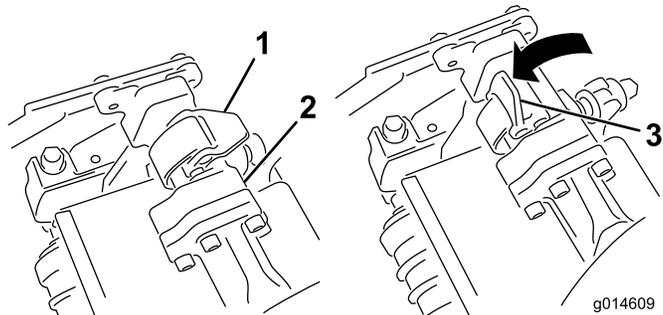
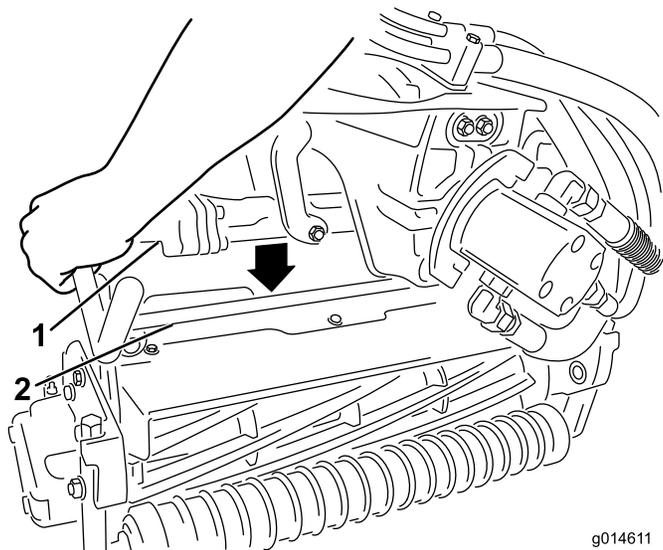

图13
图14
9. 当悬挂臂杆上的闭锁指向上方（即打开）时（图13），向下压悬挂臂，使悬挂臂杆与滚刀组上方的支架相契合（图14）。
10. 向下并绕着滚刀组横杆关闭闭锁，将它们锁定到位（图13）。